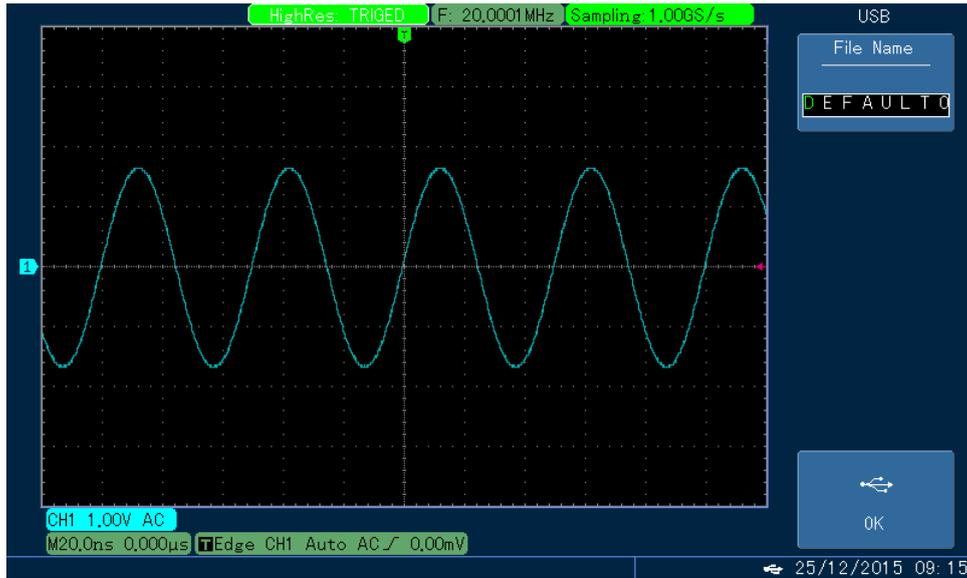

Fig. 3-14 USB 디스크에 비트맵파일 저장
6. **F5** 키를 눌러 "Pass / Fail 메뉴"의 두 번째 페이지로 들어갑니다. **F2** 키를 눌러 Stoppage Setting menu 로 들어갑니다. 이어 **F1**, **F2** 키를 각각 누르고 정지 유형 및 정지 조건을 설정합니다. 그런 다음 "MULTIPURPOSE" 노브를 사용하여 임계 값을 설정 한 후 설정을 완료하고, Fig 3-14 와 같이 F5 를 누르면 "Pass / Fail"메뉴로 돌아갑니다.